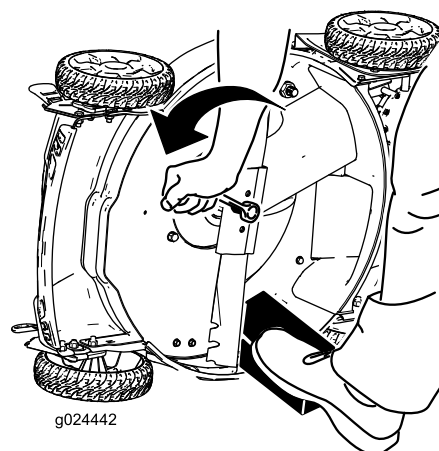

Figure 24
3. Immobilisez la lame avec un morceau de bois (Figure 24).
4. Déposez la lame en tournant le boulon dans le sens antihoraire, et conservez toutes les fixations pour monter la lame neuve (Figure 24).